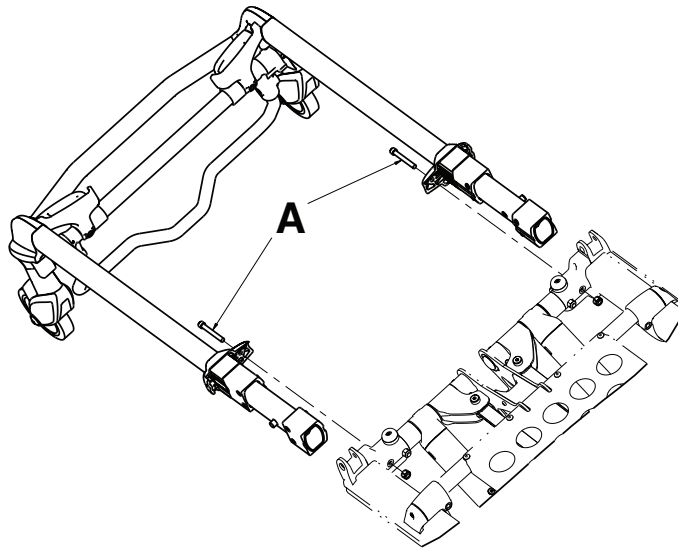

Figure 7 – Section tête
2. À l'aide d'une clé mixte de 7/16 po et d'une clé à 6 pans de 3/16 po, retirer les deux vis (A) qui fixent les roulements à chapeau au support d'interface du plan de couchage du châssis (une de chaque côté) (Figure 7). Conserver les vis.